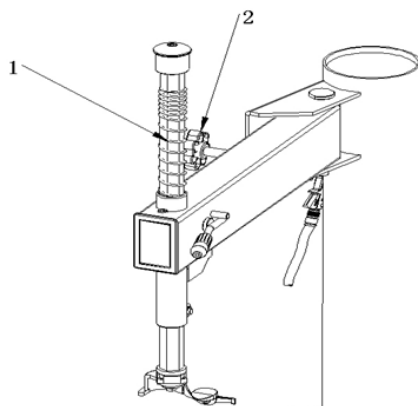

Рис. 4-4
Установите пружину (1) на вертикальный шток. Установите винт, снятый с крышки штока, и вкрутите маховичок в резьбовую втулку консоли, как показано на рис. 4-4.